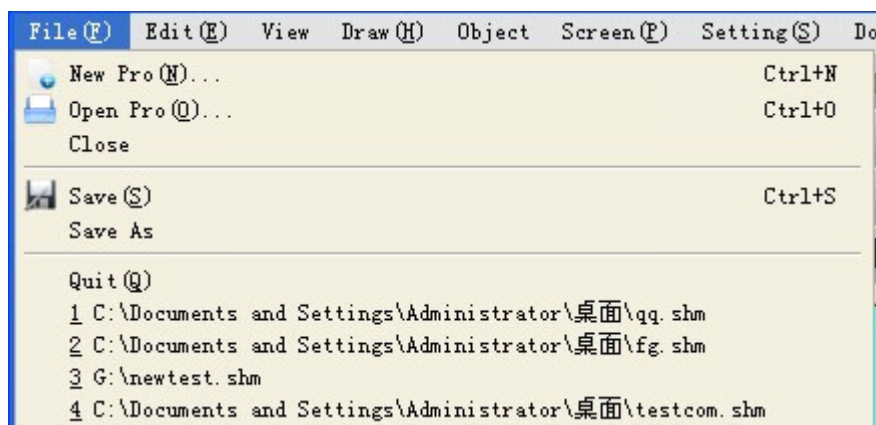

Рисунок2-29: Меню «File»
Меню «File» включает такие опции, как «New Project (N)», «Open Project (O)», «Close(C)», «Save(S)», «Save As» и «Quit (Q)». Серые опции показывают, что соответствующая операция недопустима в текущих условиях. Для открытия меню «File», щелкните на кнопку «File (F)» в левом верхнем углу экрана, появится выпадающее меню. Смотрите рисунок 2-29.